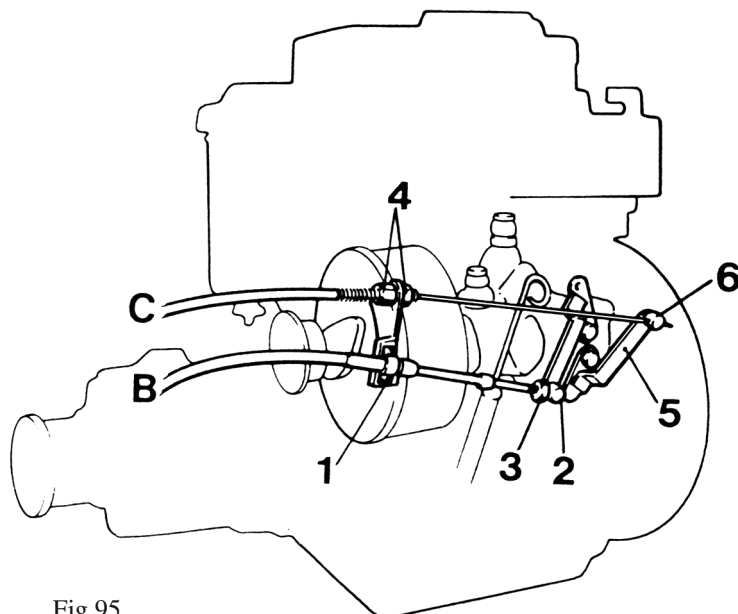

Fig 95.
- B. Kabeln för varvtalsreglaget fästs med klamman (1 fig 95) och skruvas på regulatorhävarmens tärning (2). Justera så att fullt slag från tomgångsanslaget till stoppskruven för rusvarv erhålles. Lås därefter fast med låsskruven (3) och klamman (1).
- C. Stoppreglaget fästs med muttrarna (4) och ansluts till stoppanordningens hävarm (5). Justera så att fullt slag på hävarmen erhålles. Lås därefter med låsskruven (6) och muttrarna (4).